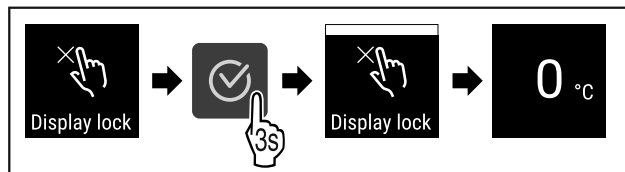

Fig. 76
- ▶ Atlikite veiksmus (žr. Fig. 76).